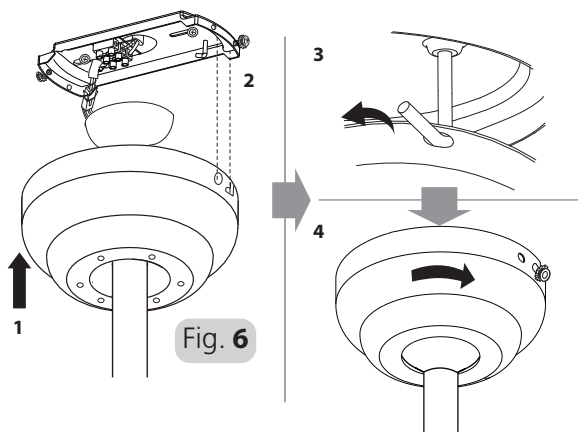

Fig. 6
3. Befestigen Sie die Haube an der Halterung, indem Sie die Seitenlöcher der Haube mit den Seitenlöchern der Halterung ausrichten. Lüfter anheben, bis die Schrauben den Boden der Schlitze erreichen, und dann die Haube gegen den Uhrzeigersinn drehen, bis die Schrauben in die Schlitze einrasten. Siehe Abb. 6.
3. Attach canopy to the bracket by aligning canopy side holes with the bracket side holes. Lift fan until the screws reach the bottom of the slots and then rotate the canopy counterclockwise until the screws drop into the slot recesses. Refer to Fig 6.
3. Fixez le boîtier au support en alignant les trous latéraux du boîtier sur les trous latéraux du support. Soulevez le ventilateur jusqu'à ce que les vis atteignent le bas des fentes puis tournez le boîtier dans le sens inverse des aiguilles d'une montre jusqu'à ce que les vis entrent dans la cavité des encoches. Voir Figure 6.
3. Collegare la calotta alla staffa allineando i fori laterali della calotta con i fori laterali della staffa. Sollevare il ventilatore fino a che le viti raggiungono il fondo delle fessure e quindi ruotare la calotta in senso antiorario in modo che le viti entrino nelle cavità delle fessure. Vedere la fig 6.
3. Bevestig de plafondkap aan de beugel door de zijgaten van de plafondkap uit te lijnen met de zijgaten van de beugel. Til de ventilator op tot de schroeven de bodem van de gleuven bereiken en draai vervolgens de kap linksom tot de schroeven in de uitsparingen van de gleuven vallen. Zie Fig 6.
3. Prenda a cobertura ao suporte alinhando os furos laterais da cobertura com o furos laterais do suporte. Levante a ventoinha até que os parafusos atinjam a parte inferior das ranhuras e de seguida rode a cobertura no sentido contrário ao dos ponteiros do relógio até que os parafusos encaixem nas reentrâncias da ranhura. Consulte a Fig 6.
- Прикрепите колпак к кронштейну, выровняв боковые отверстия колпака с боковыми отверстиями кронштейна. Поднимите вентилятор, чтобы винты достигли дна отверстий, а затем поверните колпак против часовой стрелки, пока винты не попадут в углубления. См. рис. 6.
- Przymocować osłonę do uchwyty, wyrównując w jednej osi jej otwory boczne z otworami bocznymi uchwyty. Unieść wentylator na taką wysokość, aby śruby sięgnęły dolnej części gniazd, po czym obrócić osłonę w prawo do momentu, w którym śruby znajdują się we wgłębieniach gniazd. Patrz rys. 6.